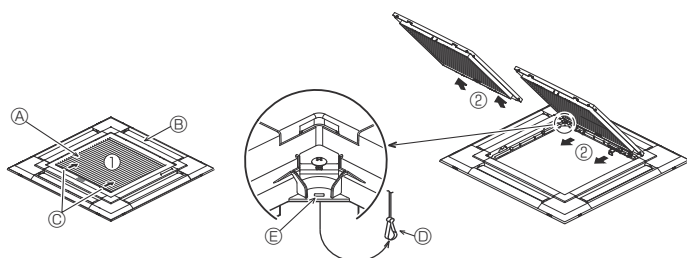
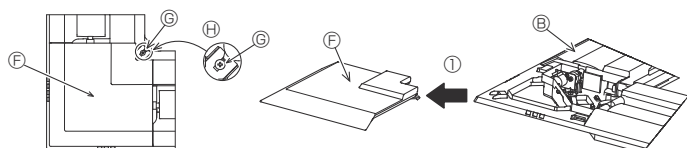

Fig. 7-3
Fig. 7-4
- Ⓒ Schéma d'installation ② (inséré dans l'appareil principal)
7.2.1. Retrait de la grille d'admission (Fig. 7-3)
7.2.2. Retrait du panneau en coin (Fig. 7-4)
[Fig. 7-3] [Fig. 7-4]